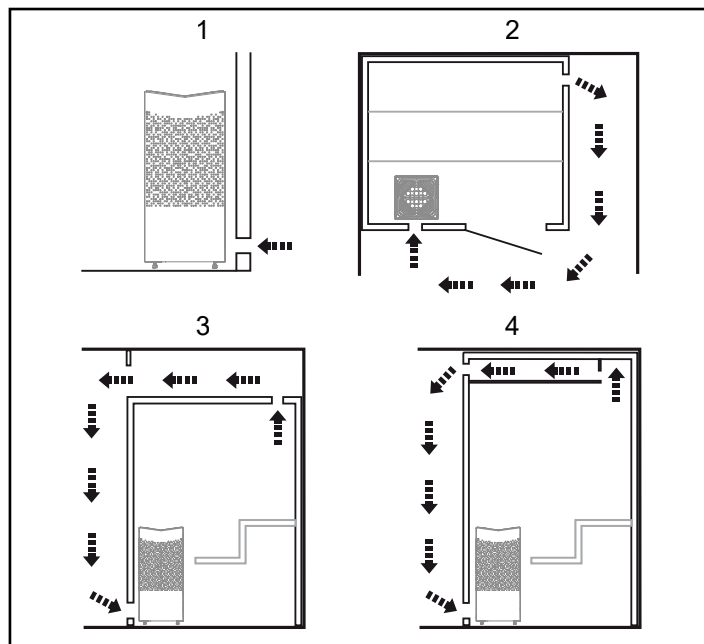

Fig 6: In- och utluftsventilens placering
- Ventilation av bastu ska utföras enligt instruktioner i denna manual (se Avsnittet Inluftsventilens placering, fig 6, Avsnittet Utluft-sventilens placering, fig 6).
- Placera inluftsventilen (se Avsnittet Inluftsventilens placering, fig 6).
- Placera utluftsventilen (se Avsnittet Utluft-sventilens placering, fig 6).
Manöverpanelen Tylö Elite är tillåten att placeras inne i ett Tylö basturum alternativt egenbyggt basturum vars ventilation är utförd och fungerar enligt Tylö förespråkad ventilation (självdagsprincip). Läs avsnitten *Inluftventilens* och *Utluftventilens placering* i denna anvisning, fig 6. Manöverpanelen skall alltid placeras utanför basturummet om inte dessa krav är uppfyllda.
- med maximalt avstånd till inluftsventilen, t.ex. i diagonal (se Fig 6).
- högt på väggen eller i taket (se Fig 6).